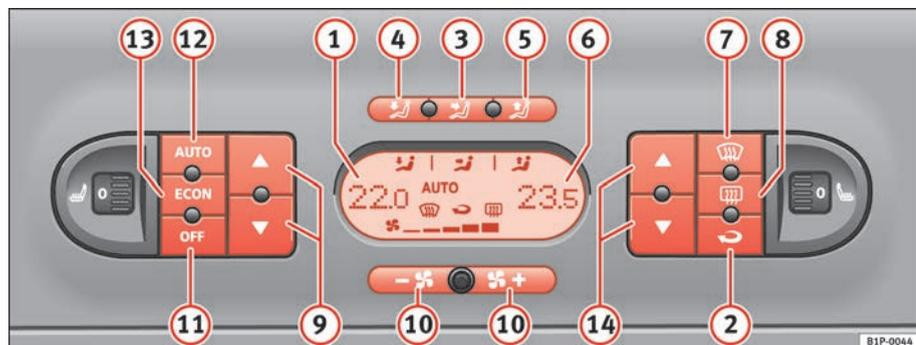

Abb. 112 In der Instrumententafel: Bedienelemente 2C-Climatronic
- Drücken Sie eine der Tasten ⇒ Seite 152, Abb. 112 3 bis 5, die Taste **ECON** oder drücken Sie die Gebläsetasten 10. Am Display erlischt das Symbol **AUTO**.
- Drücken Sie die Taste  ⇒ Seite 152, Abb. 112 , um den Umluftbetrieb ein- oder auszuschalten. Bei eingeschaltetem Umluftbetrieb erscheint am Display das Symbol .